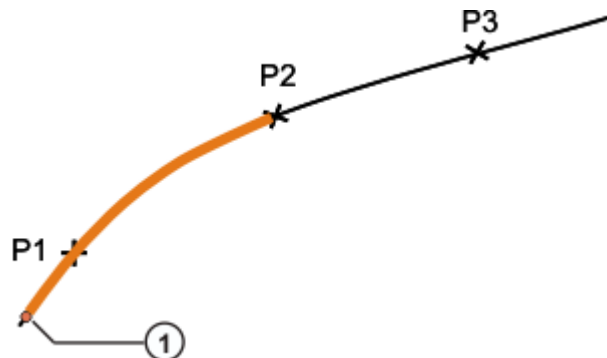

图 7-8: 带预进的逻辑运动示例
**有预进**编程设定的与信号有关的等待功能允许在指令行前创建的点进行轨迹逼近。但预进指针的当前位置却不唯一（标准值：三个运动语句），因此无法明确确定信号检测的准确时间 (1) (>>> 图 7-8)。除此之外，信号检测后也不能识别信号更改！